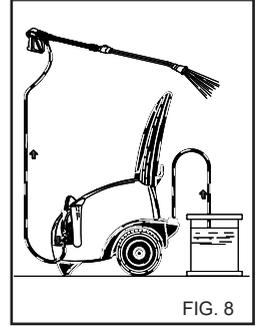

FIG. 8
Efter användning av rengöringsmedlet måste kemikalieinledningen spolas ur med rent vatten (fig. 8).
1) Efter användning med rengöringsmedel ska högtrycksvattensystemet sköljas ordentligt. Låt pumpen vara igång i 1 minut. Doseringskranen ska vara stängd. (fig. 8).
4) Efter användning med rengöringsmedel ska högtrycksvattensystemet sköljas ordentligt. Låt pumpen vara igång i 1 minut. Doseringskranen ska vara stängd.(fig. 8).